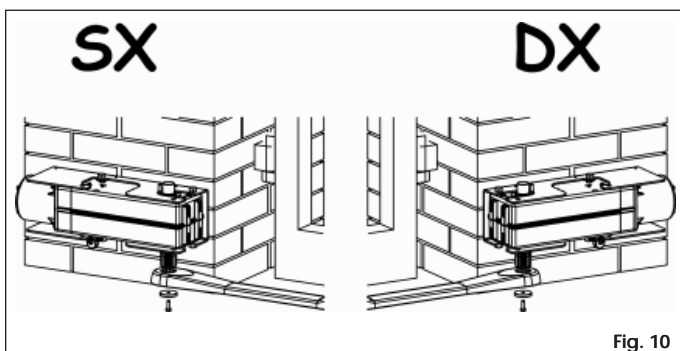

Fig. 10
- Insérer le levier droit du bras articulé dans l'arbre du motoréducteur et le serrer avec la vis et la rondelle fournie (Fig. 10).
- Appliquer le carter de protection sur l'opérateur (Fig. 10).